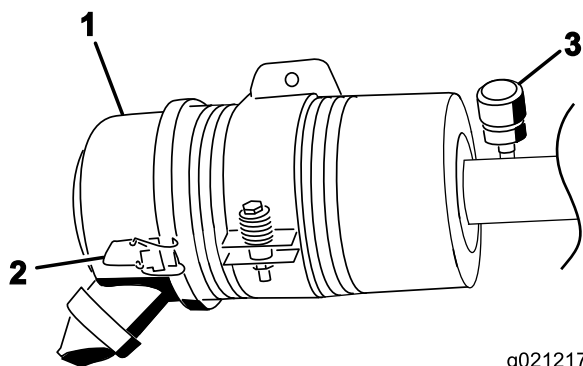

Figure 46
Faites l'entretien du filtre à air uniquement quand l'indicateur de colmatage (Figure 46) indique que cela est nécessaire. Changer le filtre à air prématurément ne fait qu'accroître le risque de contamination du moteur par des impuretés quand le filtre est déposé.
1. Desserrez les fixations qui maintiennent le couvercle sur le corps du filtre à air (Figure 46).